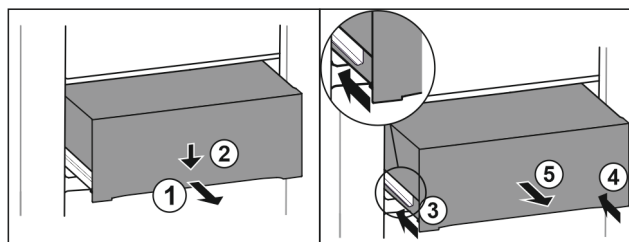

Fig. 104
- Schubfach halb herausziehen. *Fig. 104 (1)*
- Schubfach an der Vorderseite nach unten drücken. *Fig. 104 (2)*
- Linke Schiene etwa 2 cm einschieben. *Fig. 104 (3)*
- Rechte Schiene etwa 2 cm einschieben. *Fig. 104 (4)*
- Schubfach nach vorne entnehmen. Fig. 104 (5)